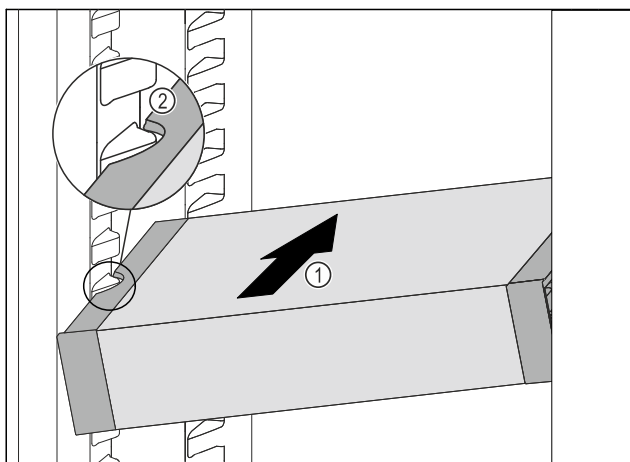

Fig. 96
- ▶ Вдвигайте VarioSafe под наклоном в холодильное отделение Fig. 96 (1), пока боковые выемки Fig. 96 (2) VarioSafe не окажутся на высоте выступа резервуара в холодильном отделении.